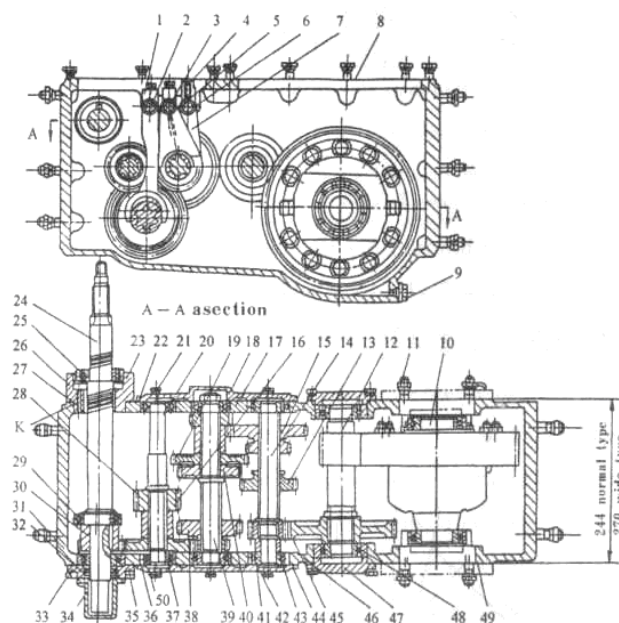
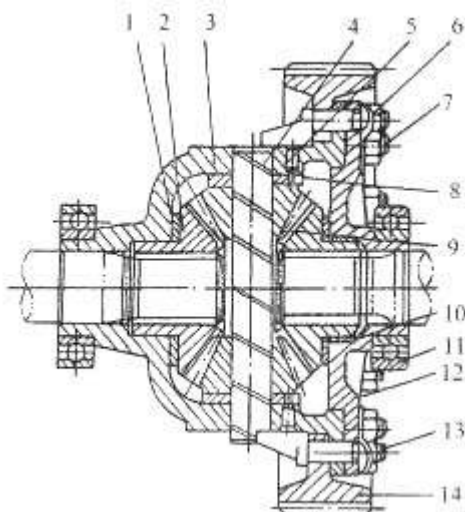
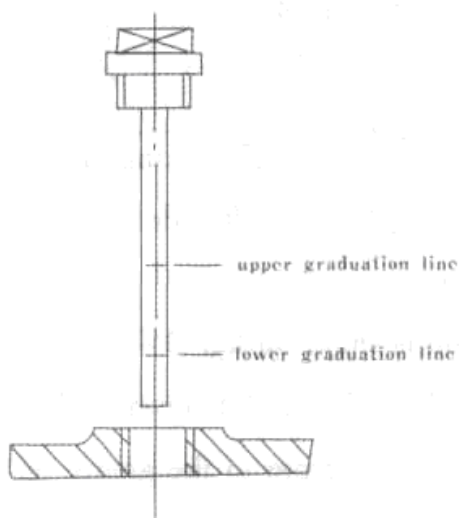

Рис. 3-4 Коробка передач
Рис. 3-6 Дифференциал
Рис. 3-9. Щуп коробки передач.
Данная коробка передач состоит из переключателя передач, редуктора, дифференциала и механизма управления. В коробке передач находится 6 валов, расположенных перпендикулярно. (рис. 3-4)
Дифференциал (рис. 3-6) поддерживается на корпусе коробке передач двумя подшипниками (6210) с глубокими пазами в трубку полуоси.
Шестерни, подшипники и другие движущиеся детали смазаны разбрызгиваемой смазкой. Слишком низкий уровень масла снизит эффект смазывания. Слишком высокий уровень масла увеличит сопротивление среды и приведет к повышению температуры масла. Нормальный уровень масла должен быть в пределах двух уровней на щупе (рис. 3-9). На первом вале имеется масляный шлиц головки на двух сторонах правого конца подшипника (рис. 3-4), чтобы не допустить вытекание масла из вала. Масло выталкивается шлицом головки обратно в коробку передач через возвратное отверстие К. Масло циркулирует постоянно во время работы, чтобы производить смазку подшипников.
- (1) Зазор шестерни первого вала выставляется при помощи изменения толщины картонной прокладки 23 или 33 (рис. 3-4); зазор шестерни V вала выставляется при помощи изменения толщины картонной прокладки 46.
- (2) Зазор шестерни II, III, IV валов выставляется при помощи изменения (или замены) толщины втулок 16 и 43;
- (3) Зазор шестерни дифференциала регулируется при помощи изменения толщины картонной прокладки 49. Зазор планетарной шестерни дифференциала 9 и шестерни полуоси 2 регулируется при помощи изменения (или замены) толщины прокладки 8 и втулки 10 (см. рис. 3-6). Зазор нового трактора отрегулирован правильно.